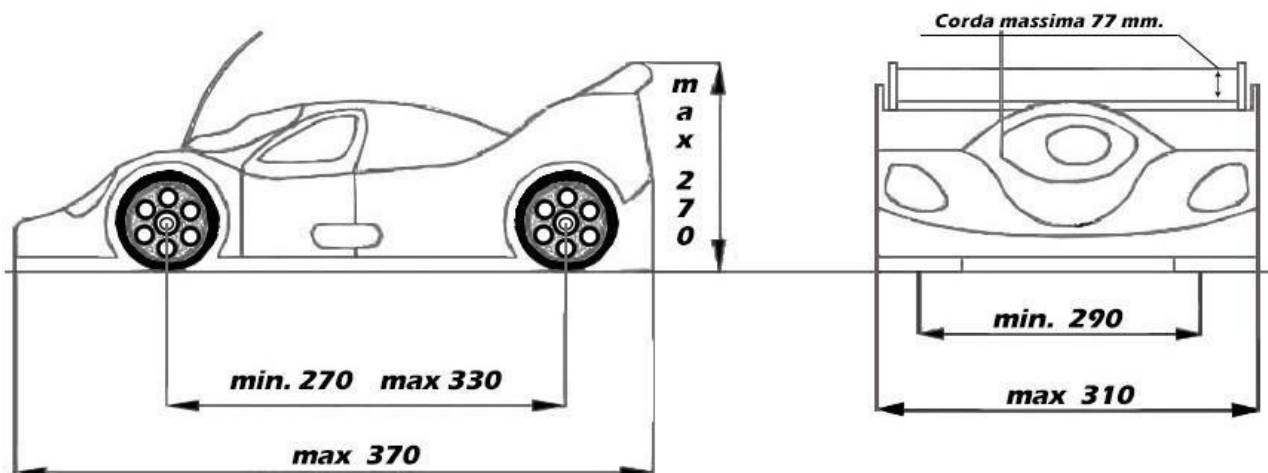

Figura 11 : Dimensioni 1/8 GT
7.1.7 Le dimensioni generali dell'automodello sono (come da figura 11 in questa pagina):
7.1.10 ALETTONE (vedi figura 11 in questa pagina) :